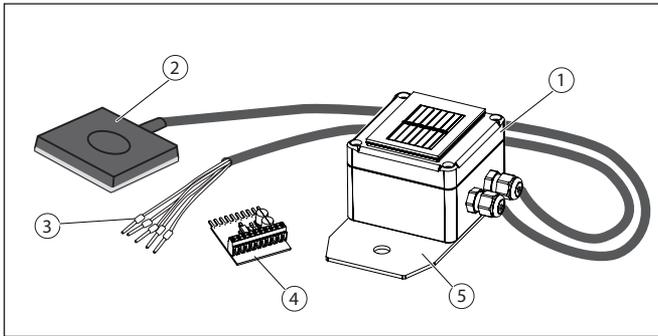

Abb. 2 Übersicht der Komponenten
Am Gehäuse des Sensors ist eine Montageplatte mit Bohrung für M10 (Abb. 2 (4)) angebracht. Damit kann der Sensor direkt an der Modulunterkonstruktion befestigt werden.